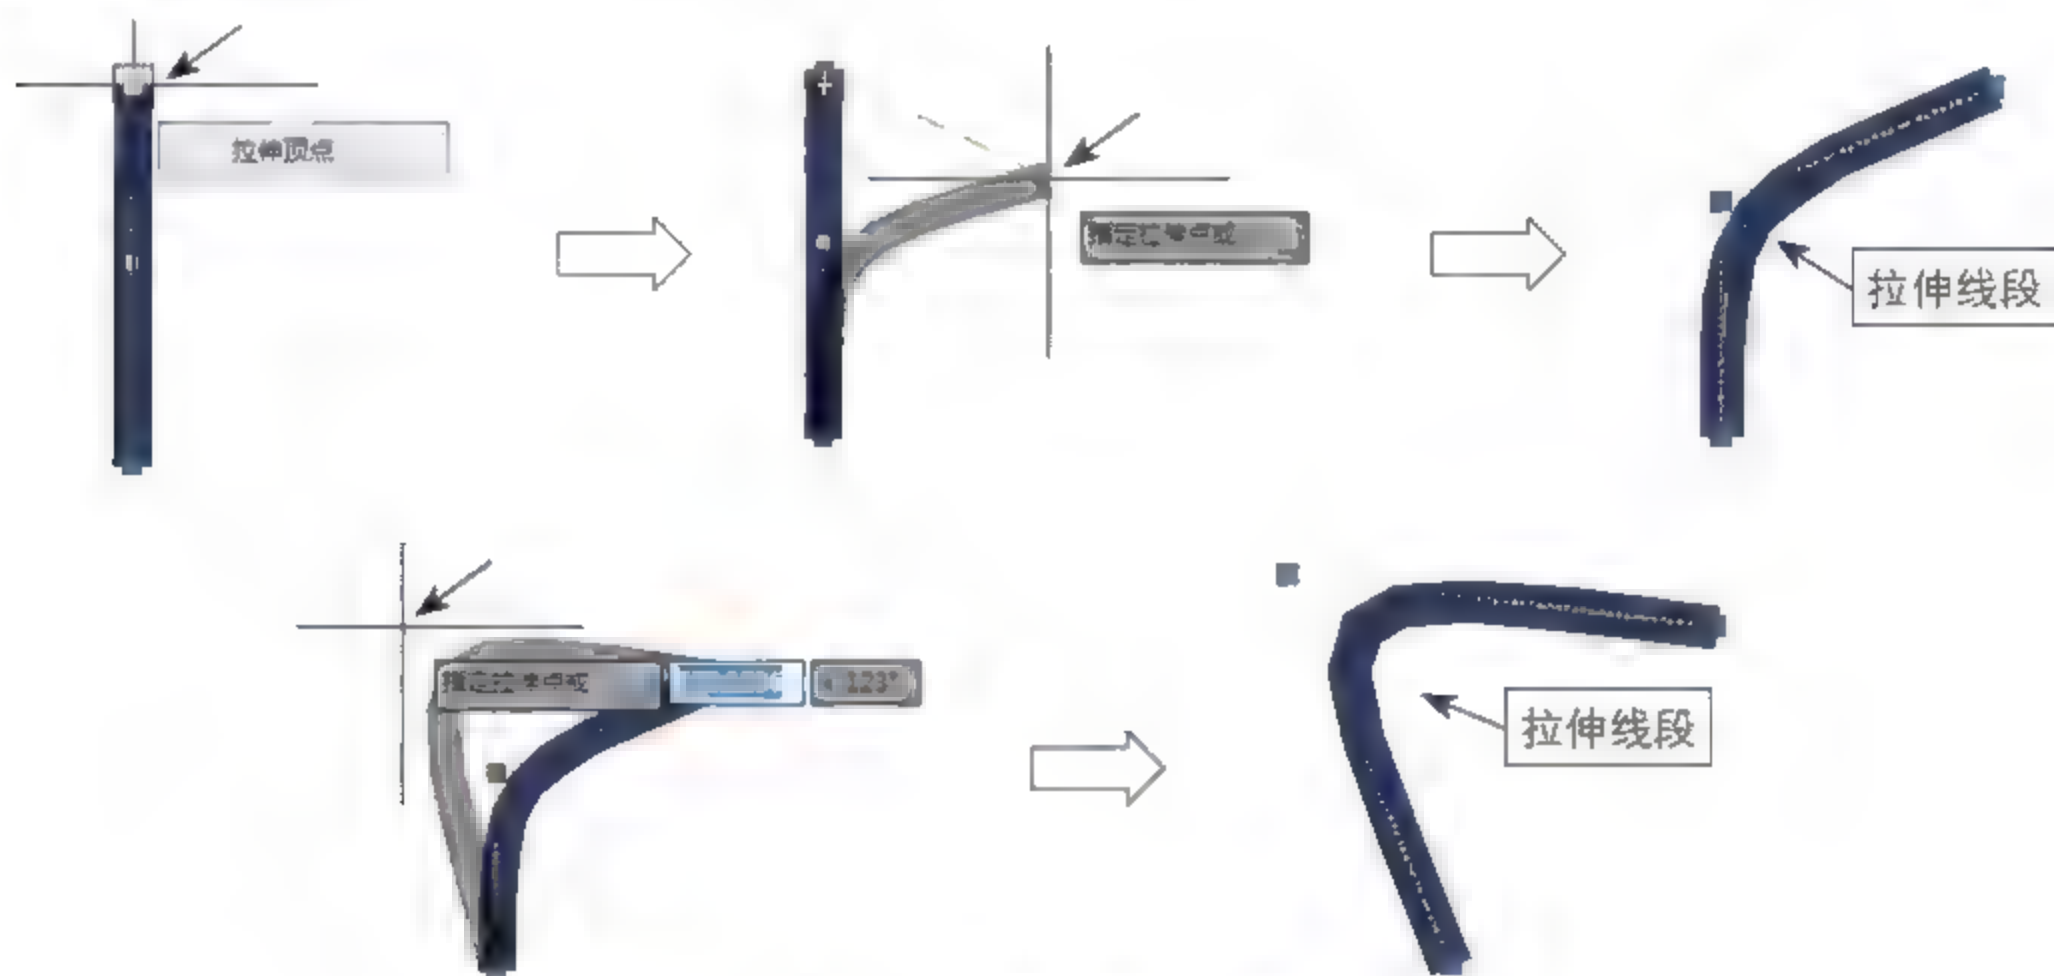

图3-24 转换为样条曲线
- 样条曲线(S): 选择该选项, 将多段线转换为样条曲线。激活顶点, 移动鼠标, 拉伸顶点, 更改线段的显示样式。选择已更改样式的线段, 激活顶点, 可以继续调整线段的样式, 操作过程如图3-24所示。